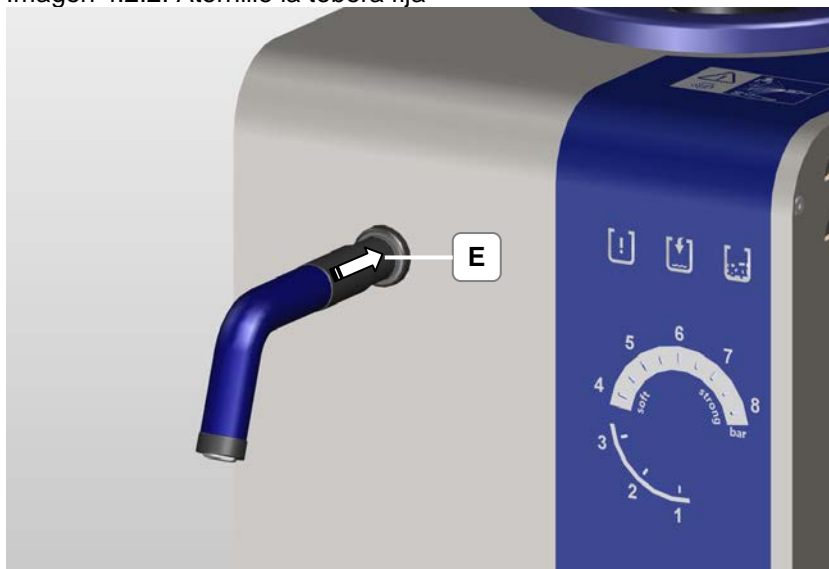

Imagen 4.2.3: Empuje la chapa de protección sobre la tuerca
5. Empuje la chapa de protección en la dirección de la flecha sobre la tuerca (imagen 4.2.3).